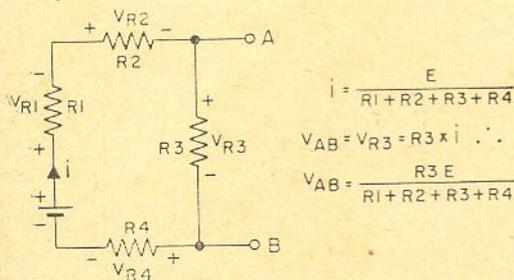

Figura 9
3.º passo (figura 9): Determinamos no circuito inicial a tensão entre os terminais A e B. Aplicando os teoremas de Kirchhoff, ou simplesmente a lei do Ohm, obtemos: